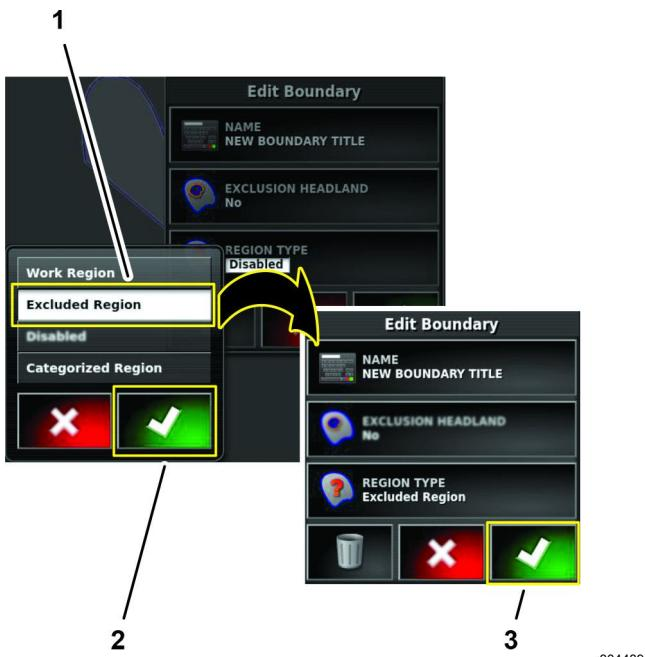

图 62
- 在区域类型对话框中按排除区图标然后按“确认”图标图 62。
3. 在编辑边界对话框中按确认图标图 62。